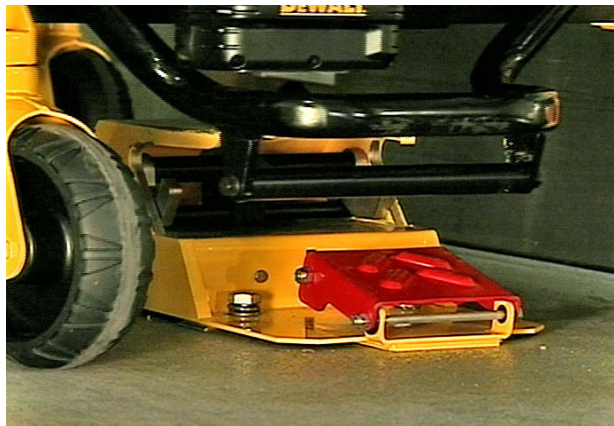

Figure 14 – Pédale appuyée à fond
1. Avant d'essayer d'enclencher la civière dans le dispositif de fixation, s'assurer que la pédale est appuyée à fond et que la civière est complètement abaissée, comme le montre la Figure 14.